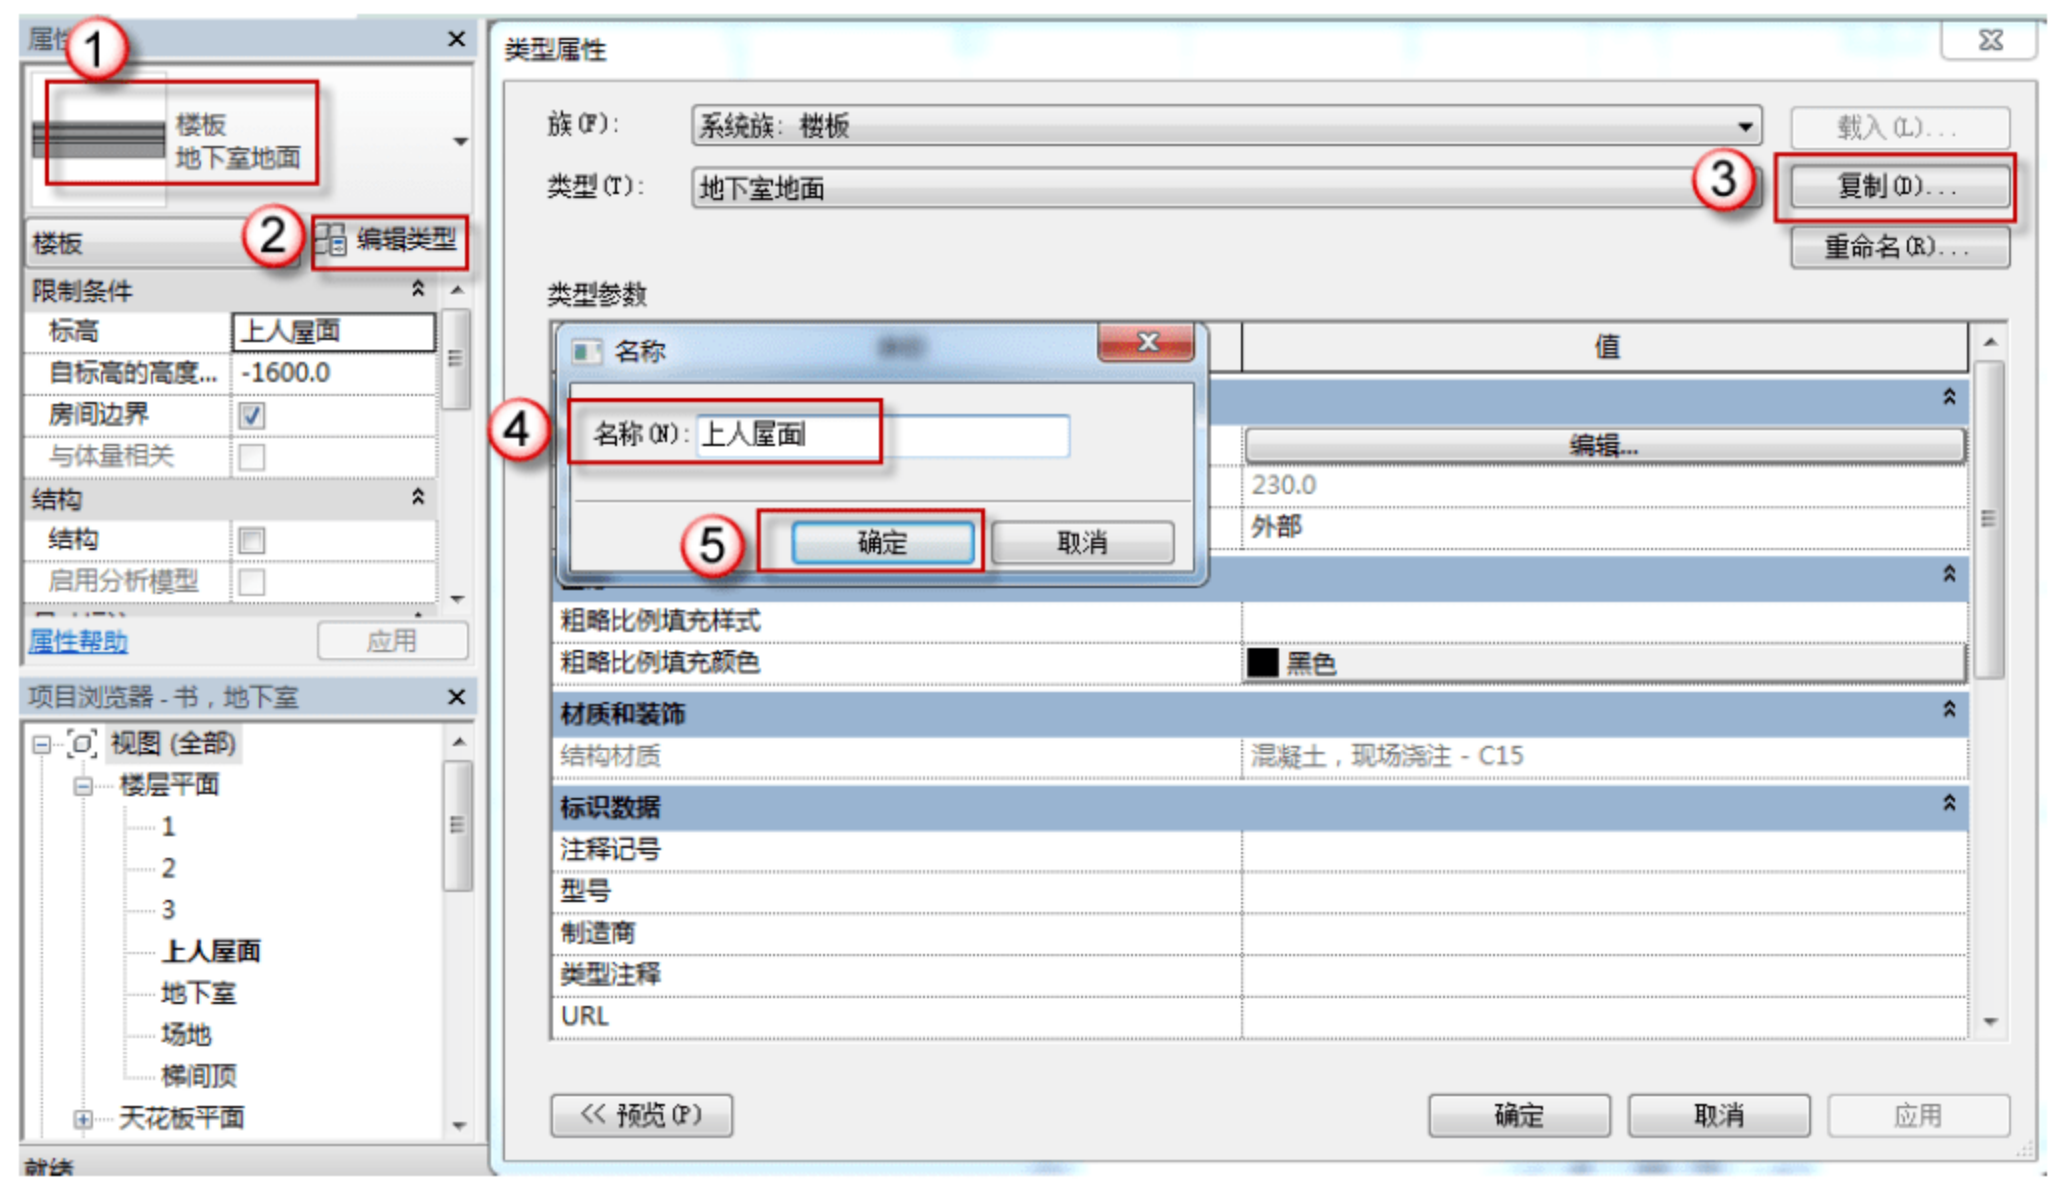

图 12.1.16 复制上人屋面板
(14) 复制上人屋面板。选择“建筑”→“楼板”→“楼板：建筑”选项，选择“地下室地面”，单击“编辑类型”按钮，在弹出的“类型属性”对话框中，单击“复制”按钮，在弹出的“名称”对话框中输入“上人屋面”字样，然后单击“确定”按钮，如图 12.1.16 所示。